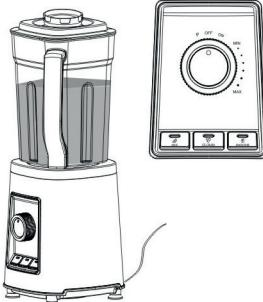

Fig 6
- Vri funksjonsvelgeren (14) til ON, og velg ønsket program eller valgfri trinnløs innstilling. Miksing starter. Fig. 6.